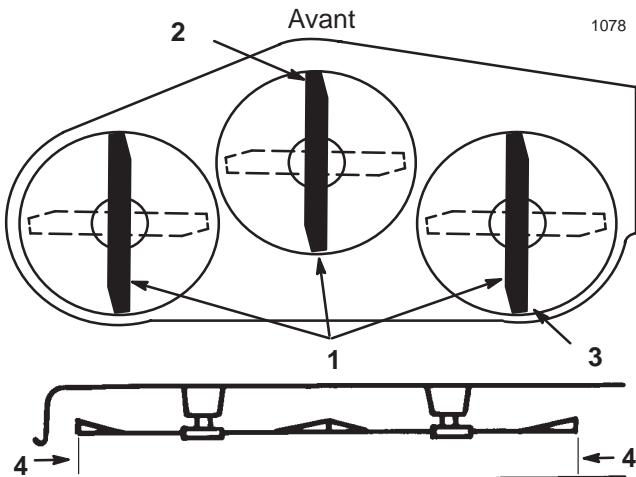

Figure 41
- Réglez la hauteur de coupe à 76 mm (3") et tournez les lames avec précaution dans le sens longitudinal (Fig. 41).
- Mesurez la distance entre la pointe de la lame avant (Fig. 41) et la pointe de la lame arrière par rapport à la surface plane. Si la pointe avant de la lame n'est pas de 1,6 à 7,9 mm (1/16 à 5/16") plus basse que la pointe arrière, réglez les tourillons avant.
- Lorsque les deux tourillons sont réglés de la même manière, fixez les chapes en place à l'aide des goupilles fendues. Vérifiez de nouveau l'inclinaison avant/arrière. Poursuivez le réglage des chapes jusqu'à ce que la pointe avant de lame soit de 1,6 à 7,9 mm plus bas que la pointe arrière (Fig. 41).